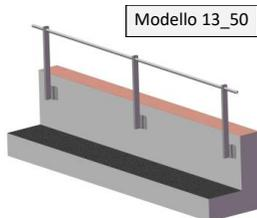

fig. 4
- Il muretto deve avere un'altezza di 60cm (fig.4) per avere la possibilità di utilizzare un solo corrente con funzione di corrimano. Inoltre tale altezza permette di svolgere la funzione di fermapiede di altezza minima pari a 150 mm (secondo requisiti riportati in alcune Lg.Reg. italiane);